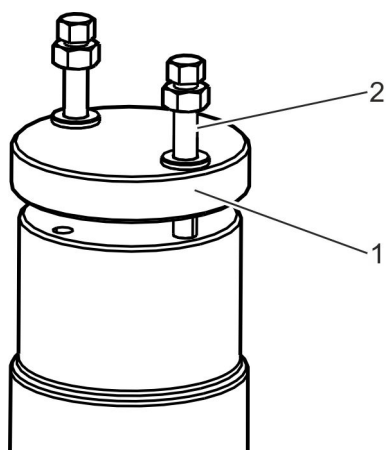

Fig. 32 : Retrait des vis de fixation
- 13.** ➤ Retirer les vis de fixation (Fig. 32 /2) avec les rondelles du carter de la protection à ressort contre la surpression.
- 14.** ➤ Enlever le dispositif de blocage (Fig. 32 /1).